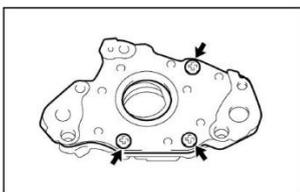

Рисунок II-134
4. Заверните 3 болта, чтобы одеть крышку насоса (см. Рисунок II-134).